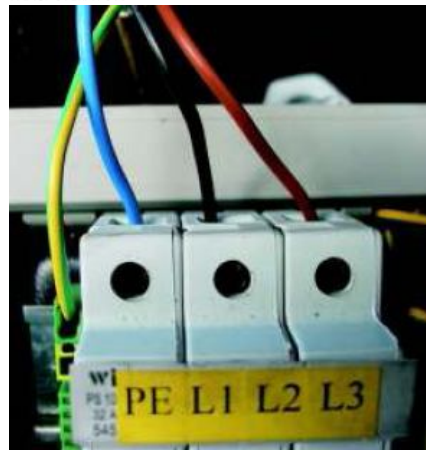

Fig. 11
2. Sluit de voedingskabel in de bedieningskast aan volgens Fig.11